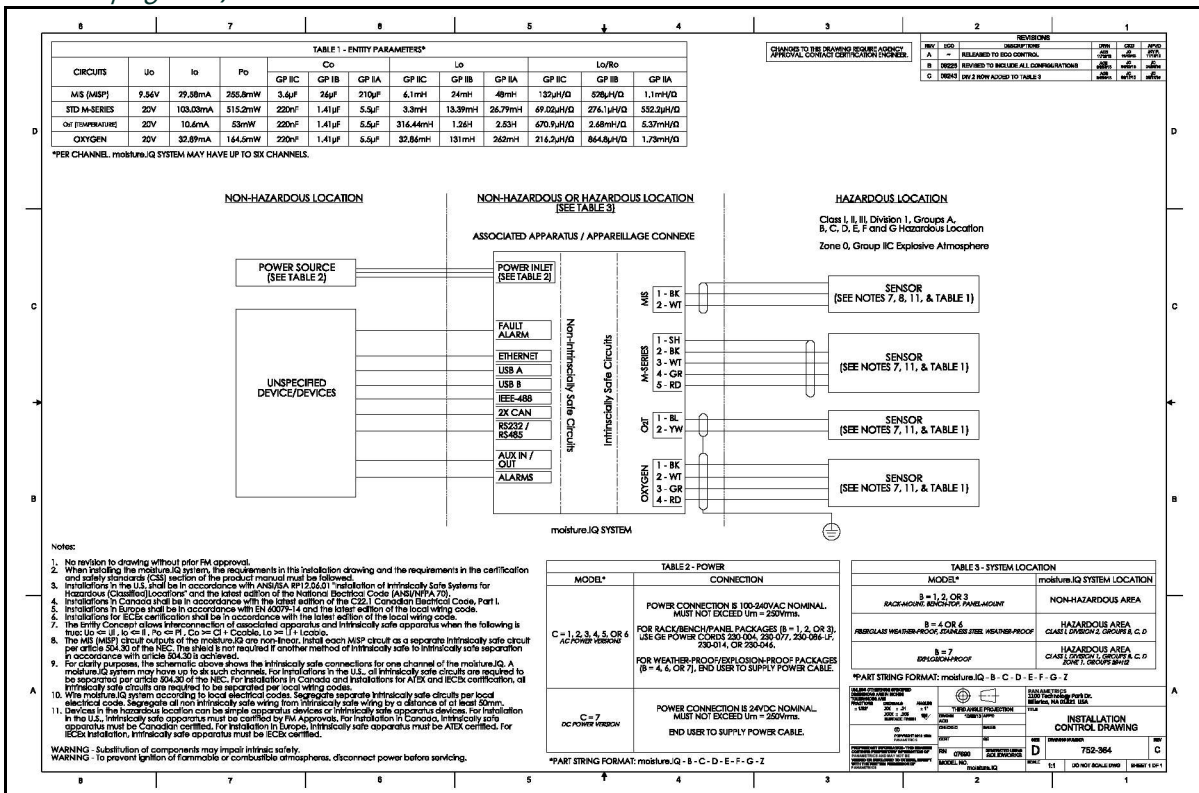
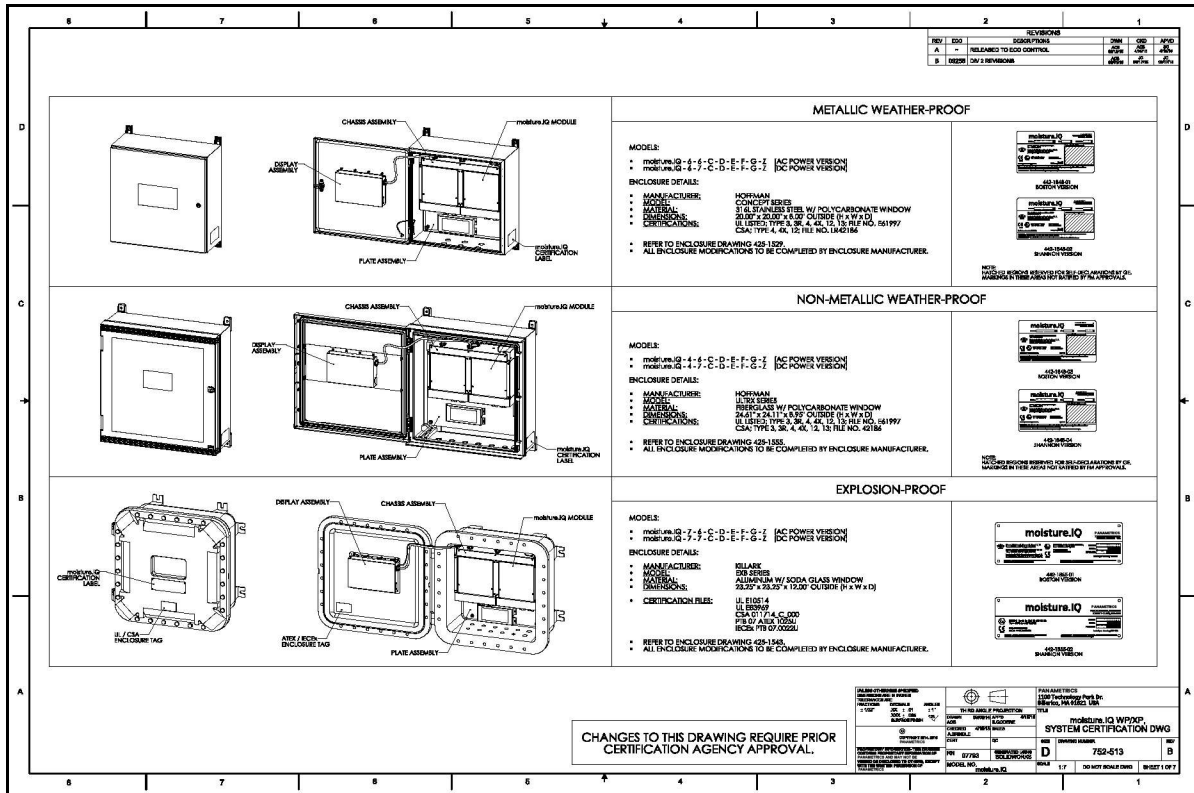
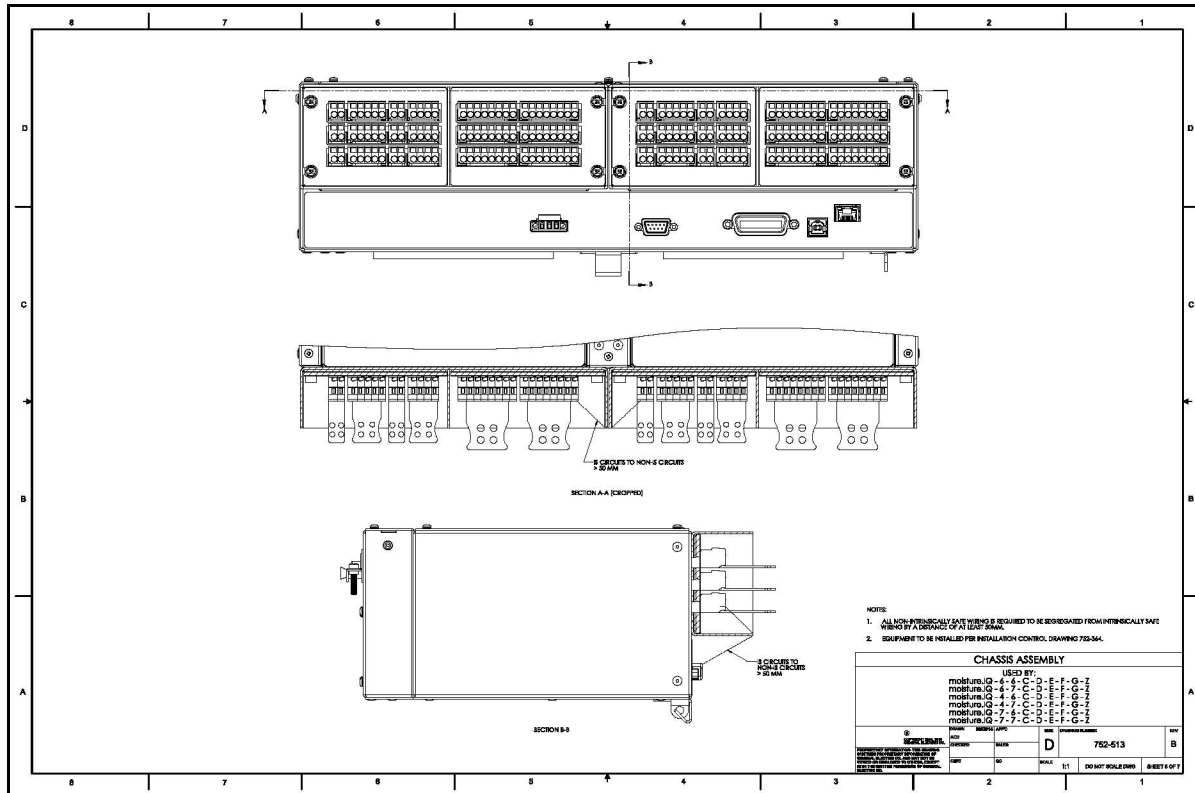

Figura 100: Rack/Bancada/Painel - Desenho de Controle de Instalação (Desenho 752-364\_revC, SH 1 de 1)
Figura 101: Desenho de Certificação do Sistema WP/XP (Desenho 752-513\_revB, SH 1 de 5)
Figura 105: Conjunto de chassis (desenho 752-513\_revB, SH 5 de 5)
- A instalação deve estar em conformidade com o *desenho controlado* versão 752-364 rack/bancada/painel (veja *Figura 100* abaixo) e *desenho* versão 752-513 de aço inoxidável e fibra de vidro à prova de intempéries e à prova de explosão (veja a *Figura 101 na página 2* a *Figura 105 na página 4*).